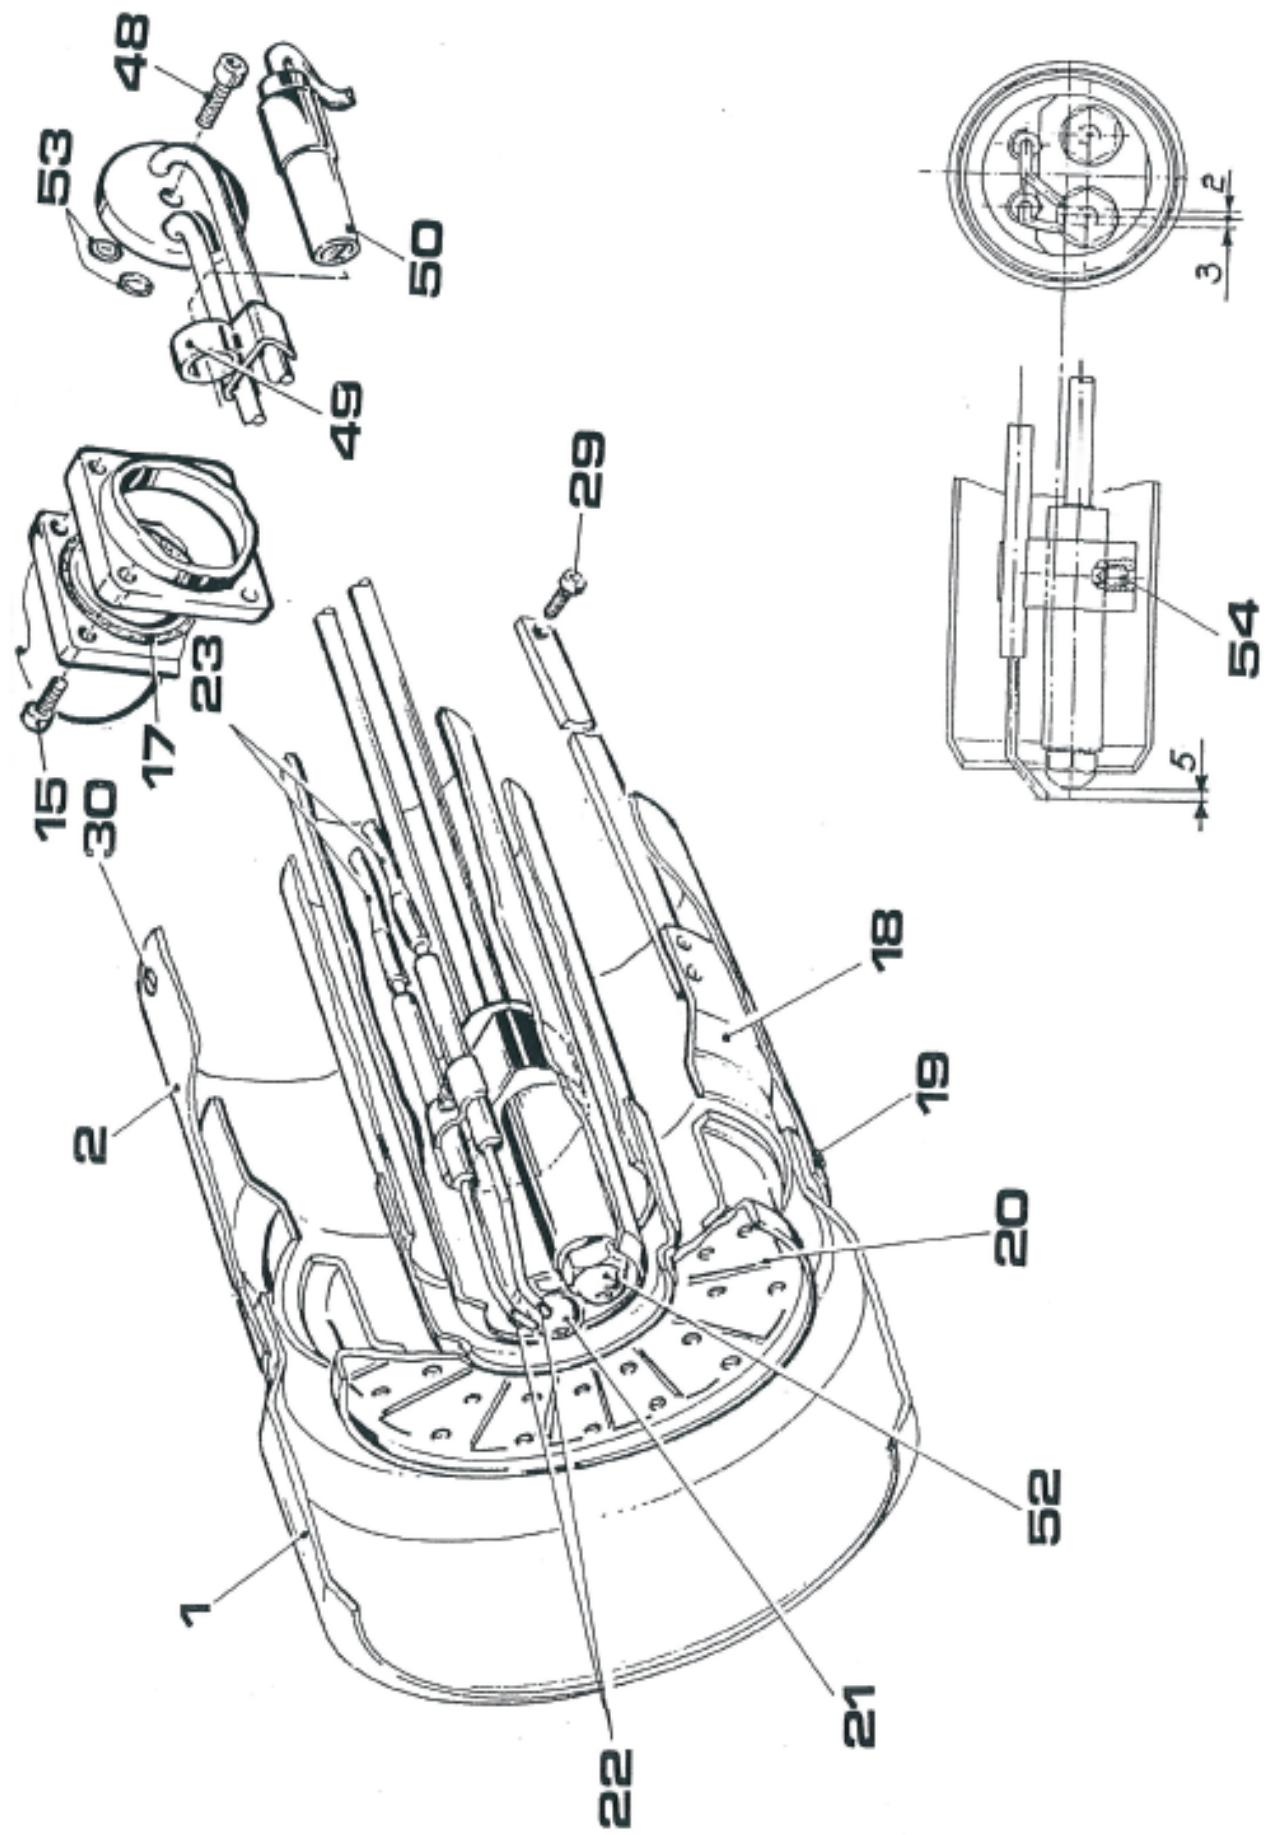

Рис. 20
- a) Снимите крышку (6), отвернув винты (5).
- b) Отсоедините высоковольтные кабели (23) от соответствующих разъемов на трансформаторе зажигания.
- d) Ослабьте винт (48) и выньте трубчатый держатель форсунки, стараясь не повредить кольца круглого сечения (53).
Очистите электроды (22), по возможности не смешая их с установленной позиции. Если они будут сдвинуты, при установке на место убедитесь, что соблюдаются положения и размеры, указанные на рис. 20.